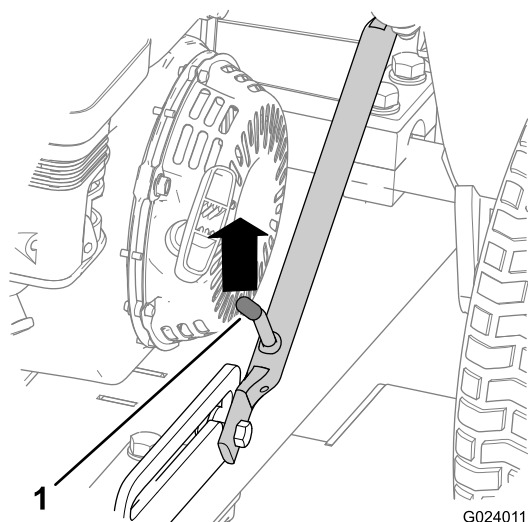
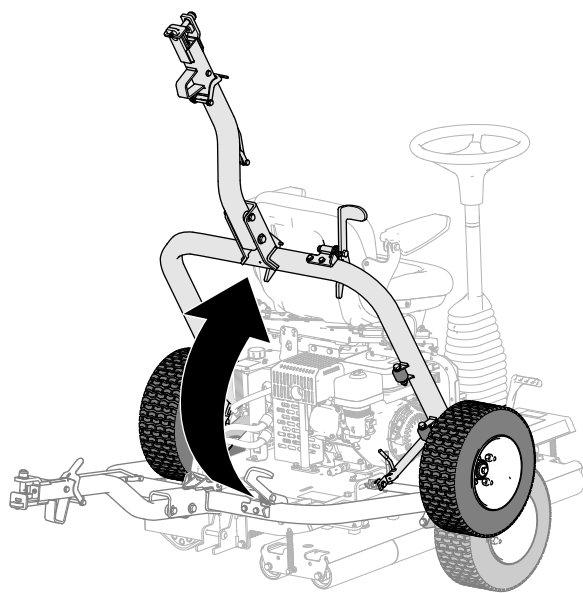

图 17
图 22
1. 向上推动挂钩组件直至门锁杆从滑块锁销中松开 图 17。
5. 提起挂钩(图 22)、直到门锁杆锁入滑块锁销(图 17)。